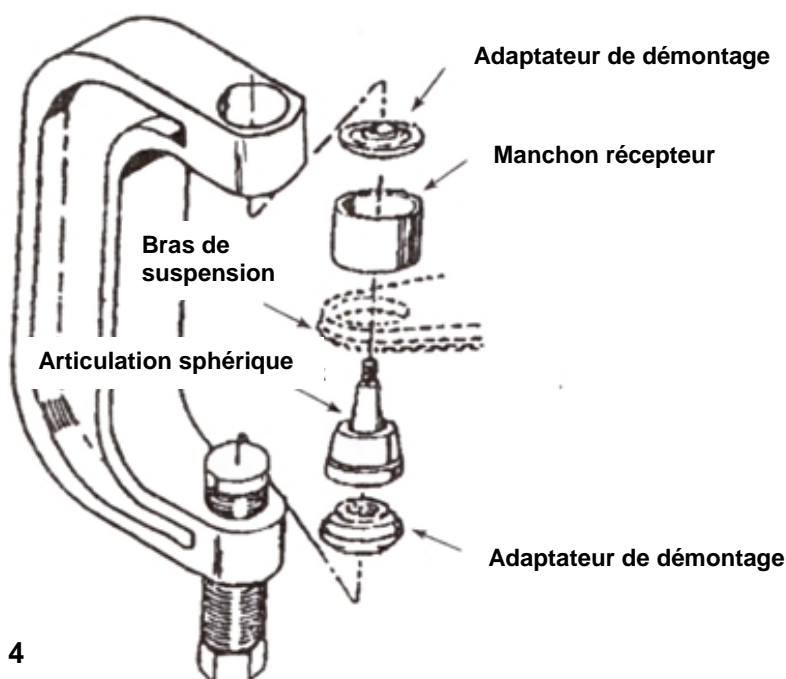

Fig. 4
3. Montez les composants de la presse d'articulation sphérique comme illustré à la Fig. 4. Placez le manchon récepteur et serrez la vis de serrage. Vérifiez l'alignement correct de l'outil et de tous les composants, puis serrez la vis de serrage jusqu'à ce que l'articulation sphérique soit fermement montée.